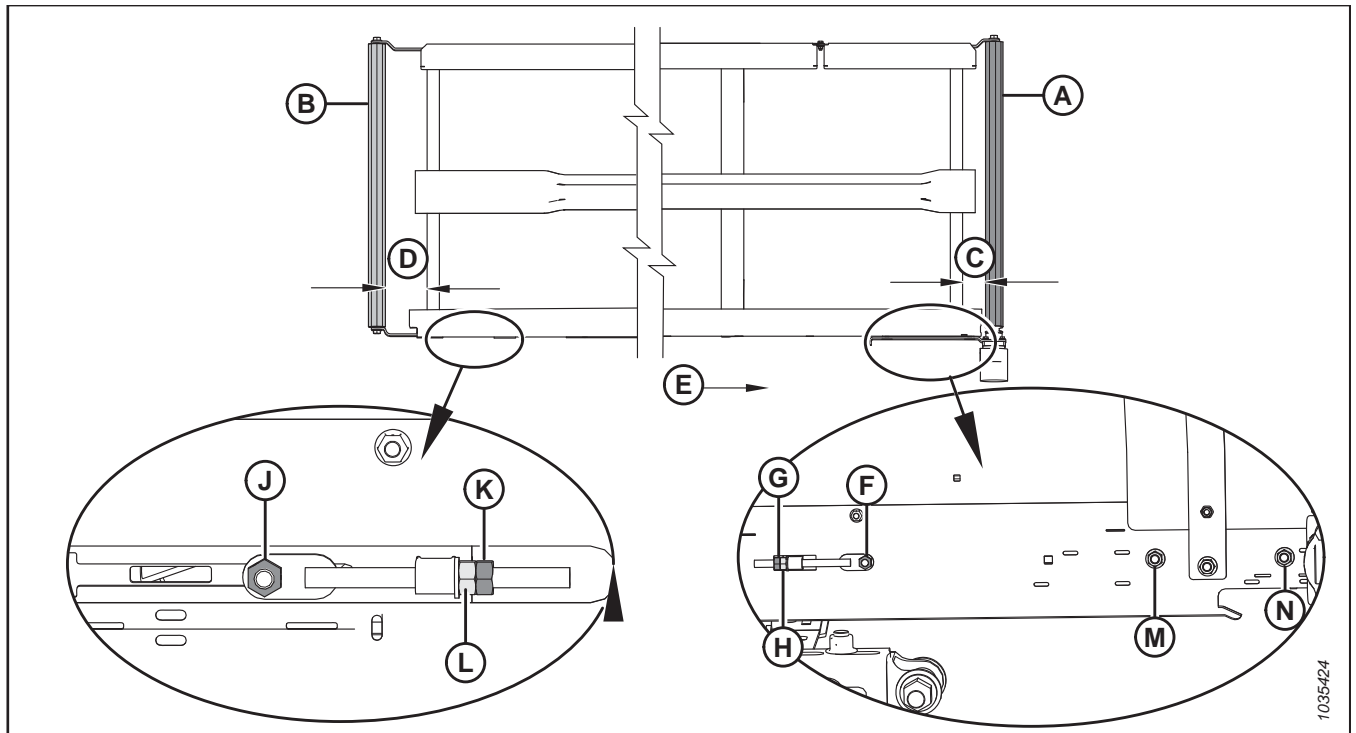

Abbildung 4.250: Einstellung der Seitenband-Spurführung – linkes Seitenband
2. Gehen Sie wie folgt vor, um mit der Antriebsrolle (A) die Einstellung **C** (siehe Tabelle 4.2, Seite 429 und Abbildung 4.250, Seite 429) nachzustellen:
- a. Die Muttern (F), (M) und (N) und Kontermutter (G) lösen.
- b. Stellmutter (H) drehen.
- c. Die Muttern (F), (M) und (N) und Kontermutter (G) anziehen.
3. Gehen Sie wie folgt vor, um mit der Spannrolle (B) die Einstellung **D** (siehe Tabelle 4.2, Seite 429 und Abbildung 4.250, Seite 429) nachzustellen:
- a. Schraubenmutter (J) und Kontermutter (K) lockern.
- b. Stellmutter (L) drehen.